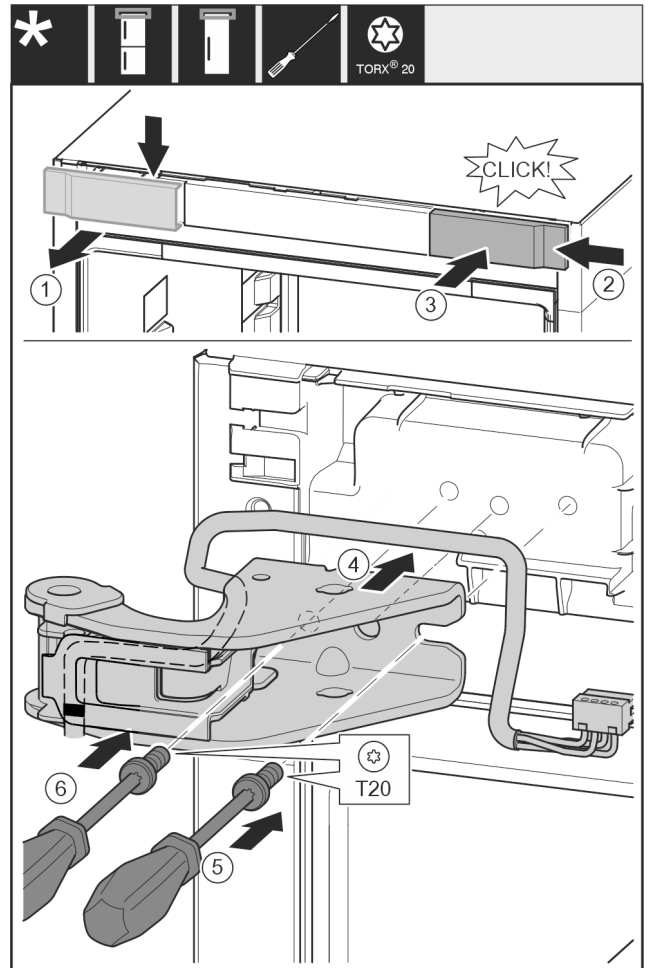

Fig. 20
- ▶ Afdekking van boven naar voren toe verwijderen. Fig. 20 (1)
- ▶ Afdekking 180° gedraaid op de andere kant van rechts aanbrengen. Fig. 20 (2)
- ▶ Afdekking vastklikken. Fig. 20 (3)
- ▶ Bovenste lagerbus plaatsen. Fig. 20 (4)
- ▶ Schroef met schroevendraaier T20 aanbrengen en vastdraaien. Fig. 20 (5)
- ▶ Schroef met schroevendraaier T20 aanbrengen en vastdraaien. Fig. 20 (6)